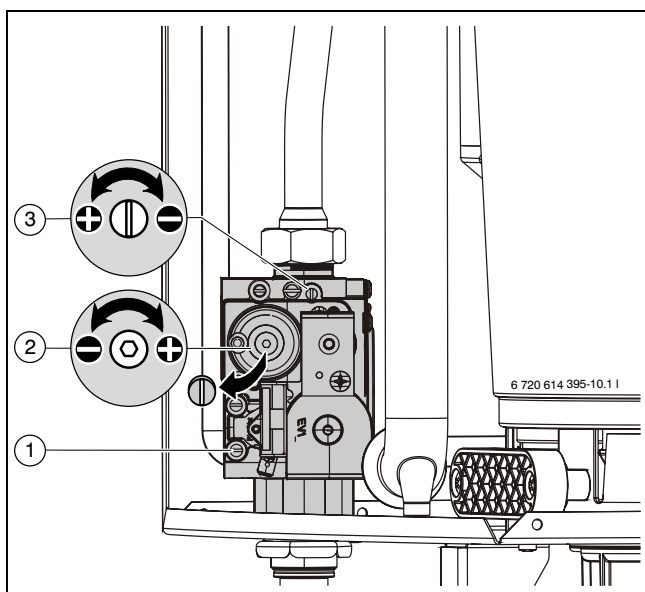

Fig. 43
- ▶ Con la vite (vedere fig. 43 rif. 3) regolare i valori di CO₂ per la potenza nominale, in base alla tabella.
- ▶ Con la vite (vedere fig. 43 rif. 2) regolare i valori di CO₂, per la potenza nominale, in base alla tabella.
- ▶ Togliere la sonda del misuratore dal foro di analisi combustione (234) e montare il tappo di chiusura.
- ▶ Svitare per 2-3 giri la vite di tenuta (7) e collegare alla sua presa il manometro gas (vedere fig. 43 rif. 1).